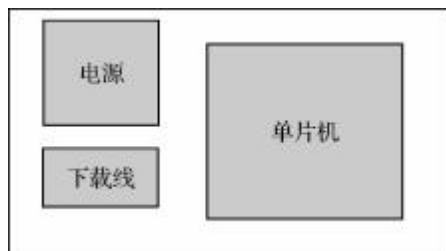

图 1-9 位置安排图
①首先请按照表 1-3 准备好我们要使用的原材料. 由于这个电路元件和连线多,建议有条件的学校使用印制电路板替代万能板. 在制作过程中建议元件位置安排如图 1-9 所示.